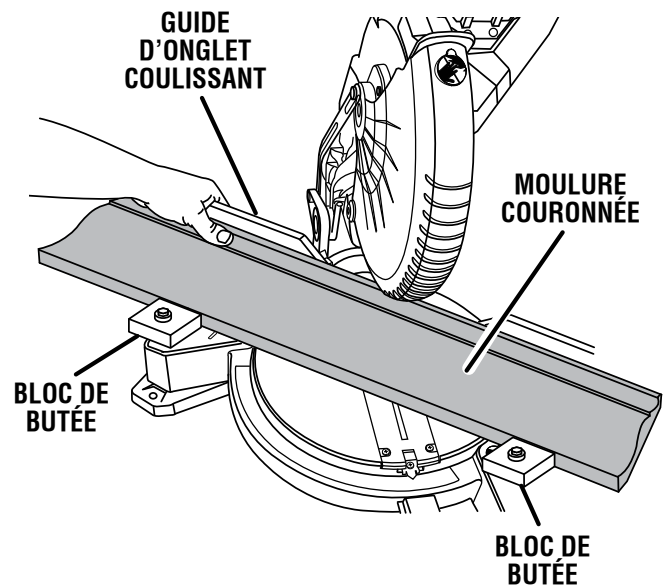

Fig. 33
- Maintenir la moulure, comme illustré à la Fig. 33, en posant la main sur le guide longitudinal et la moulure.